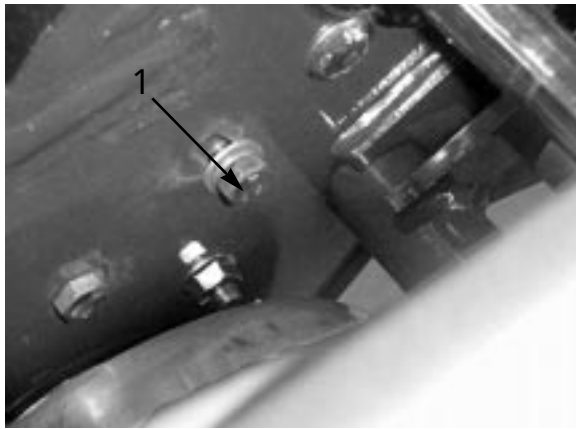

図 46
- A. サイドプレートの裏側でアイドラ・ブラケットをサイド・プレートに止めているキャップスクリュー (図46) をゆるめる。